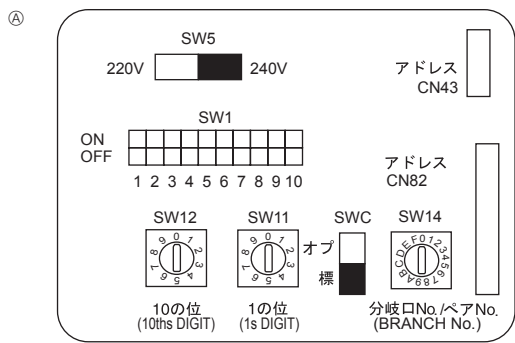

Fig. 7-4
7.5. Impostazione degli indirizzi (Fig. 7-4)
- ① Impostazione degli indirizzi
- ④ Pannello degli indirizzi
7.6. Rilevazione della temperatura ambiente con il sensore incorporato nel comando a distanza (Fig.7-4)